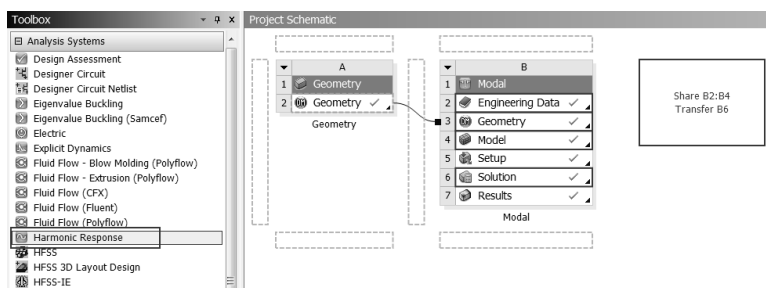

图 7-43 创建谐响应分析
Step1：如图 7-43 所示，将 Toolbox（工具箱）中的 Harmonic Response（谐响应分析）选项直接拖曳到项目 B（模态分析）的 B6 Solution 中。